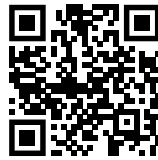

Fig. 145
- ▶ Отворете Liebherr SmartMonitoring Dashboard. (виж Fig. 145)